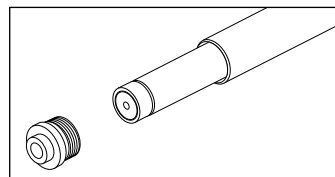

Fig. 4
2. Aplique una pequeña cantidad de líquido para fijación de roscas en las roscas del tapón en el extremo de la varilla. Instale el tapón roscado (Fig. 4) con una llave de 14 mm. Apriételo a un par de 3,4-4,5 Nm.